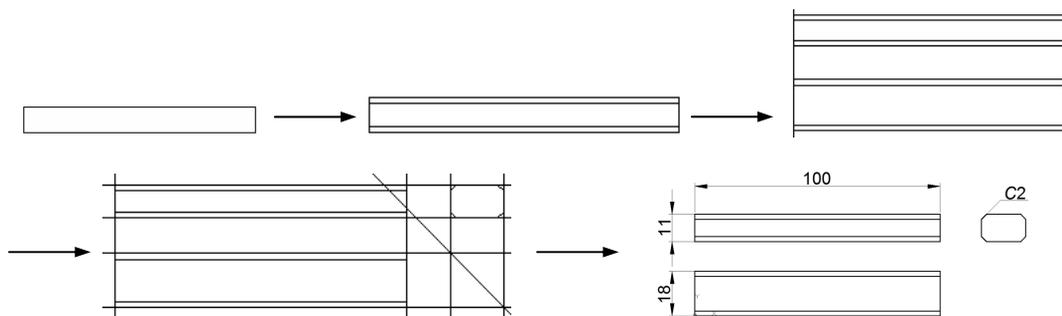

图 2-42 绘制方头平键
本实例主要介绍矩形绘制方法，以及构造线绘制方法的具体应用。首先利用“直线”命令绘制主视图，然后利用“矩形”命令绘制俯视图与左视图，其绘制流程如图 2-42 所示。
(8) 删除构造线, 最终绘制结果如图 2-42 所示。